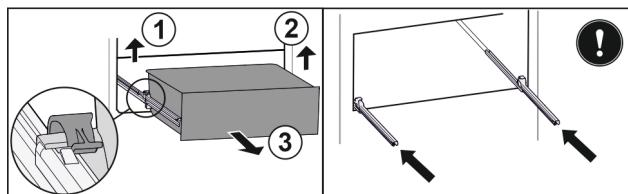

Fig. 27\*
- Приподнимите левый зажим и одновременно вытяните движением вперед выдвижной ящик слева Fig. 27 (1).\*
- Приподнимите правый зажим и одновременно вытяните движением вперед выдвижной ящик справа Fig. 27 (2).\*
- Извлеките выдвижной ящик движением вперед Fig. 27 (3).\*